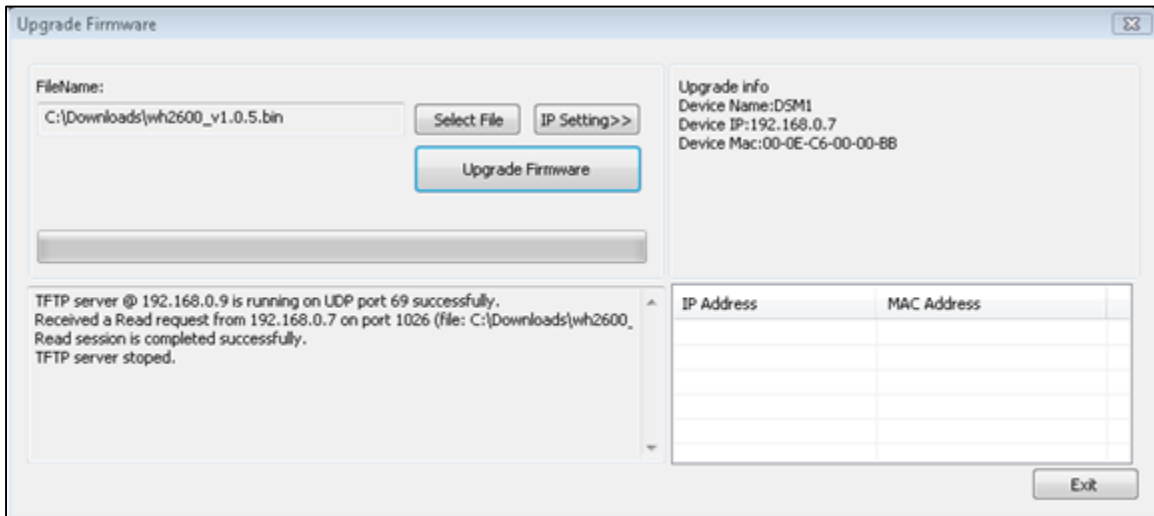

Figure 30
- Une fois la mise à niveau terminée, la boîte de dialogue affiche le message **Session de lecture réussie**, tel qu'illustré Figure 30.
<p>Seuls les voyants Alimentation, Lien et ACT sont allumés et le récepteur WeatherSleuth® ne communique pas avec le serveur.</p>	<p>Le micrologiciel doit être réinstallé.</p> <ol style="list-style-type: none"> 1. Téléchargez la version la plus récente du micrologiciel depuis le site : <p style="text-align: center;">www.aercusinstruments.com/downloads</p> 2. Éteignez le récepteur WeatherSleuth® mais laissez-le connecté à votre routeur. 3. Exécutez l'application IP Tools en suivant les instructions données Section 3.6.4. Étant donné que le récepteur est éteint, vous ne parviendrez pas à le localiser sur votre réseau, mais poursuivez la procédure quoi qu'il en soit. 4. Cliquez sur le bouton Mise à niveau. 5. Figure de référence 28. Cliquez sur le bouton Sélection fichier et naviguez jusqu'au fichier que vous avez téléchargé à l'étape 1. 6. Cliquez sur le bouton Mise à niveau du micrologiciel. 7. Branchez le récepteur WeatherSleuth®. Le logiciel va localiser l'appareil sur votre réseau et lancer la mise à niveau. Figure de référence 29. La boîte de dialogue affiche le message Réception requête de lecture du récepteur WeatherSleuth®. Une barre de progrès verte apparaît pour vous indiquer l'avancée de la mise à niveau. <p>N'UTILISEZ NI LA SOURIS NI LE CLAVIER DURANT LA MISE A NIVEAU afin d'éviter toute interruption du processus.</p> <ol style="list-style-type: none"> 8. Une fois la mise à niveau terminée, la boîte de dialogue affiche le message Session de lecture réussie, tel qu'illustré Figure 30. 9. Patientez environ une minute pour que le récepteur WeatherSleuth® redémarre. Vous pouvez maintenant Quitter la fenêtre de mise à niveau et retourner au